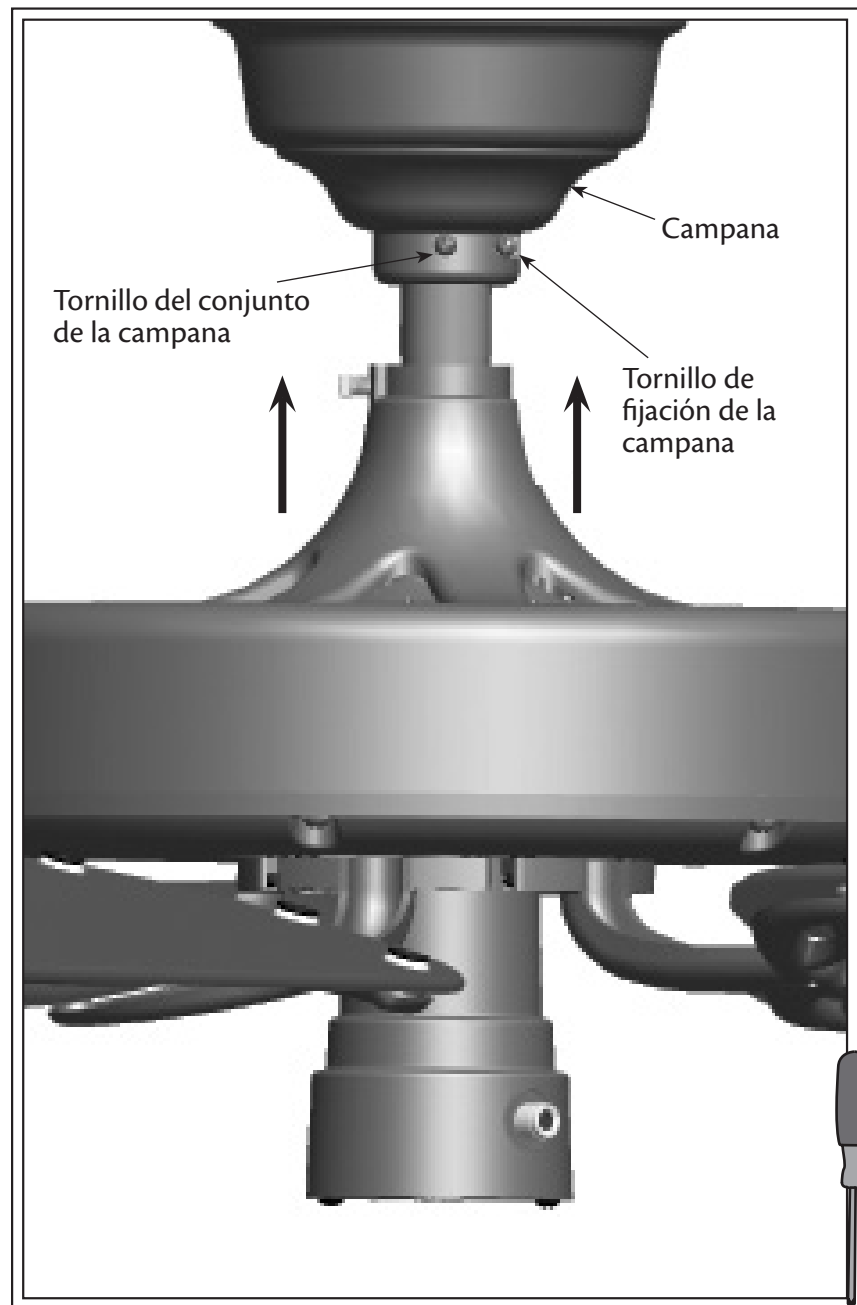

Fig. 10
3. Apriete los tornillos del conjunto de la campana (vea la Fig. 10) usando un desarmador Phillips #2.
4. Apriete el tornillo de fijación de la campana (vea la Fig. 10) usando un desarmador Phillips #1.